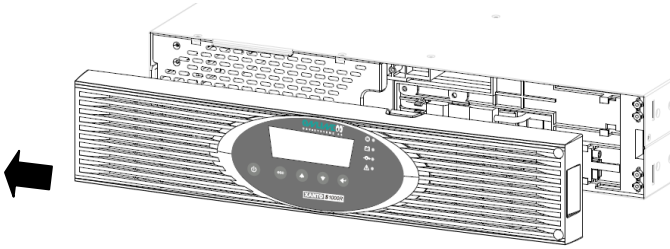

Figura 5: Rimozione del pannello frontale dal sistema UPS
1. Rimuovere il pannello frontale dell'UPS (vedi Figura 5).